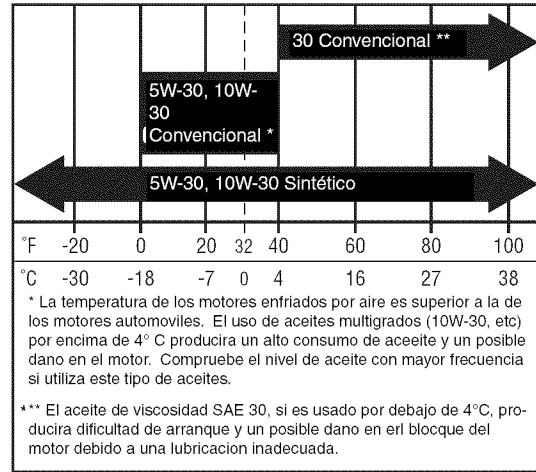

Figura 30. Aceite de Motor Recomendado
3. Remueva la varilla para medición del nivel (C) y límpiela con una toalla de papel.
4. Inserte la varilla para medición del nivel en el motor. Atornille el tapón en el tubo (D)
5. Remueva la varilla para medición del nivel y lea el nivel de aceite. El nivel de aceite deberá estar entre las marcas "FULL" y "ADD" (D). De lo contrario, añada aceite de acuerdo con las recomendaciones de la tabla del aceite (Figura 30).